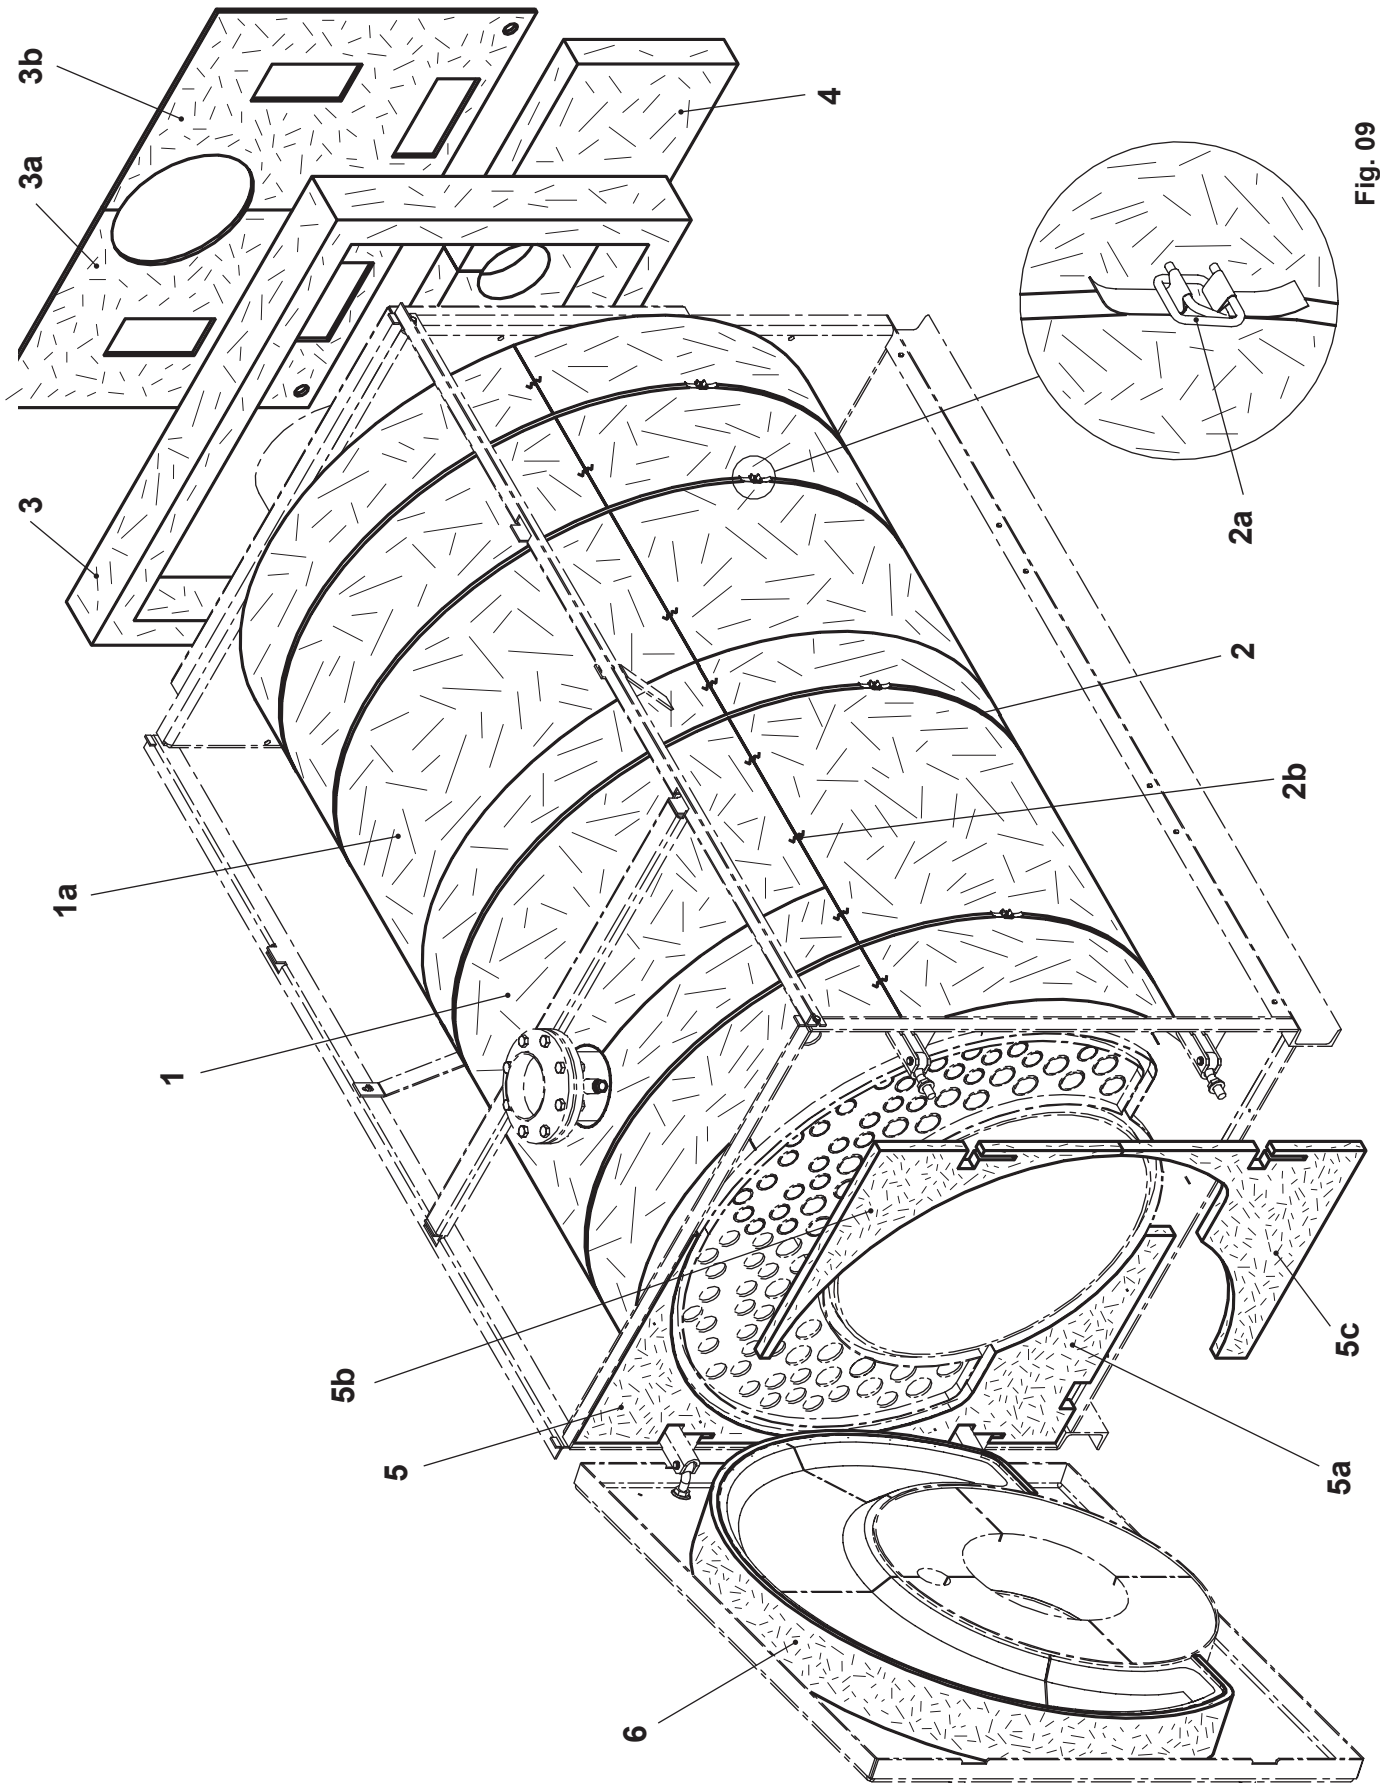

Fig. 09
1. Placer les matelas d'isolation (1/1a, Fig. 09) autour du corps de chaudière (emplacement pour serrage sur le côté, partie noire vers l'extérieur).
2. Fixer les matelas thermique (1/1a) à l'aide de bandes plastiques (2) et de boucles de serrage (2a):
4. Bloquer le matelas isolant (4, Fig. 09) sur la paroi arrière dans les chevilles pré-soudées et le fixer à l'aide des rondelles de fixation (Fig. 08).
5. Bloquer les matelas isolants (5/5a/5b/5c, Fig. 09) sur la paroi frontale dans les chevilles pré-soudées et les fixer à l'aide des rondelles de fixation (Fig. 08).
6. Placer le matelas isolants (6, Fig. 09) autour de la bride pour pivotement et le fixer en bas avec des rondelles de fixation (Fig. 08).